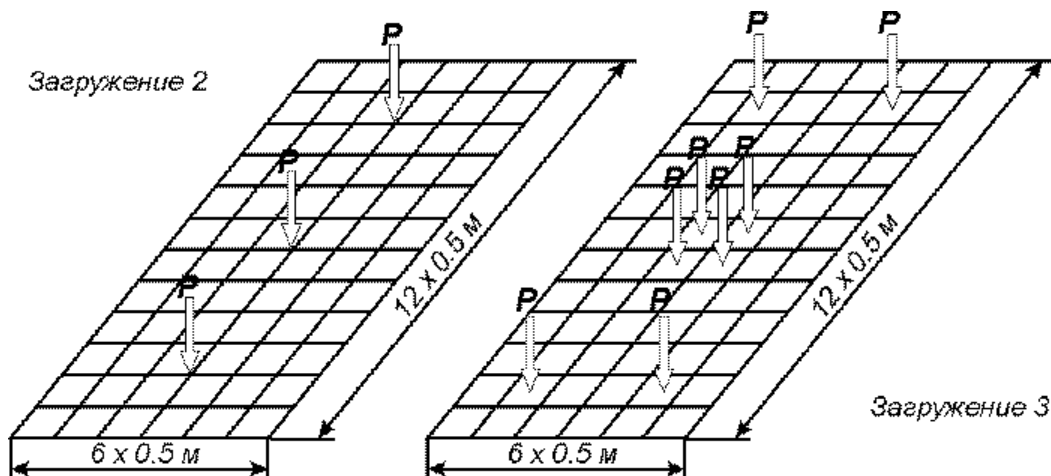

Рис. 2.1. Расчетная схема плиты
- загрузка 2 – сосредоточенные нагрузки $P = 1\text{тс}$, приложенные по схеме рис. 2.1, загрузка 2;
- загрузка 3 – сосредоточенные нагрузки $P = 1\text{тс}$, приложенные по схеме рис. 2.1, загрузка 3.